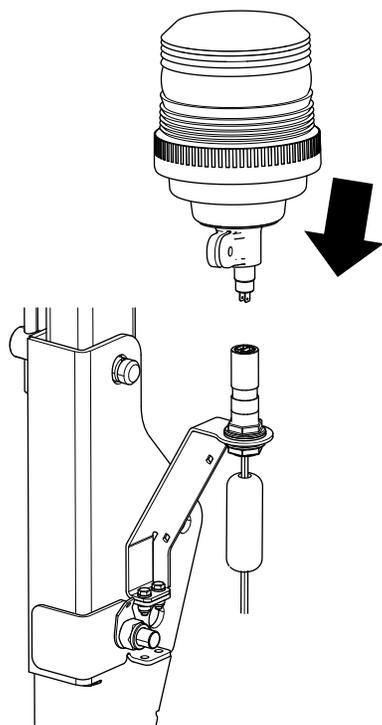

図 13
5. ビーコンスタンドの上部にビーコンを組み付ける (図 13)。